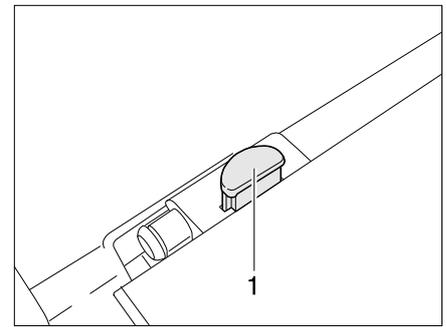

Bild 35 Verriegelung Tischplatte
- An der Verriegelung der Tischplatte den Entriegelungsknopf (Bild 35,1) drücken.